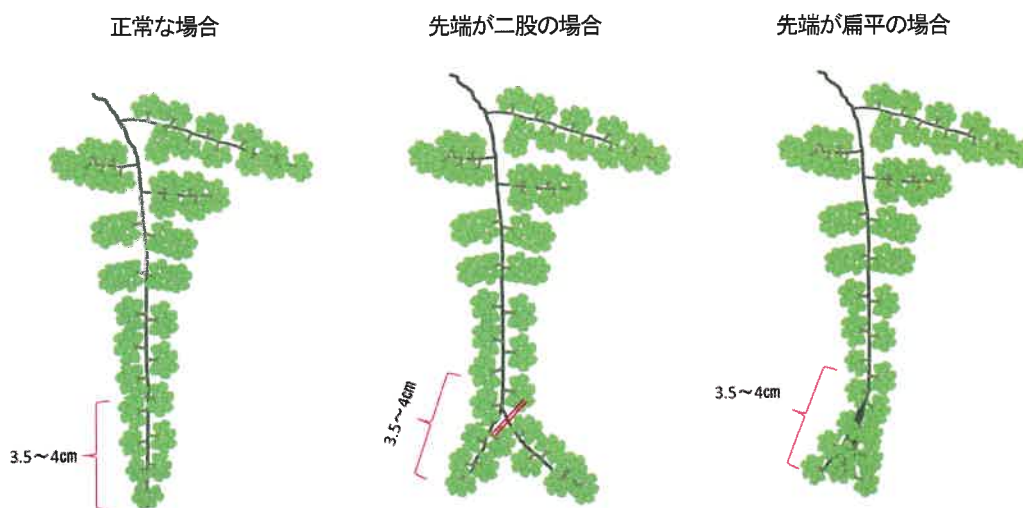

図9 花穂の整形方法
- 開花始期に花穂の先端（最下部）を使い、3.5～4cm になるように整形します（図9）。
3) 異常花穂が発生した場合（図9）
- ① 花穂の先端が二股に分岐している場合は、二股に分かれた一方を切り落として整形します。
- ② 花穂の先端が扁平になっている場合は、程度が軽い場合は先端を利用します。
- ③ 花穂の先端の分岐や扁平がひどく整形ができない場合は、切り落として空枝とします。